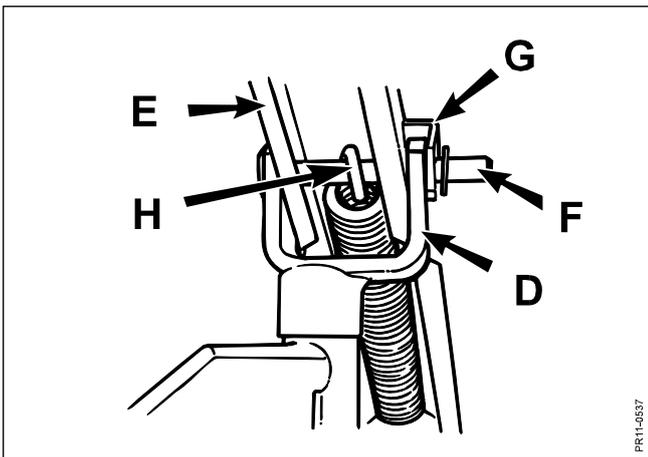

Fig. 1-3
- Fig. 1-3:** Die Gabel D des Toprahmens wird zu der Entlastungseinheit E mit Hilfe von dem Zapfen F verbunden. Vergessen Sie nicht die Parkverriegelung G und die Entlastungsfeder H zu montieren.